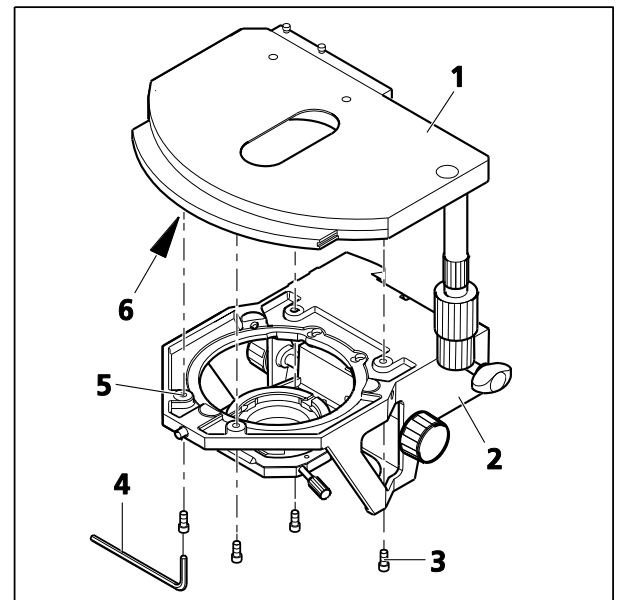

Fig. 60 Changement de la platine mécanique fixe
(1) Retrait de la platine
- Dévisser les quatre vis de fixation (Fig. 60/3) sur le support de platine (Fig. 60/2) à l'aide de la clé Allen AF 3 (Fig. 60/4).
- Retirer la platine (Fig. 60/1) vers le haut à partir du support de platine.
(2) Fixation de la platine
- Placer la platine (Fig. 60/1) sur le support de platine (Fig. 60/2) de manière à ce que les trous filetés en bas de la platine (Fig. 60/6) soient positionnés au-dessus des orifices du support de platine (Fig. 60/5).
- Insérer quatre vis de fixation (Fig. 60/3) à travers le support de platine par le dessous et les visser dans la base de la platine ; utiliser les vis plus courtes pour l'avant.